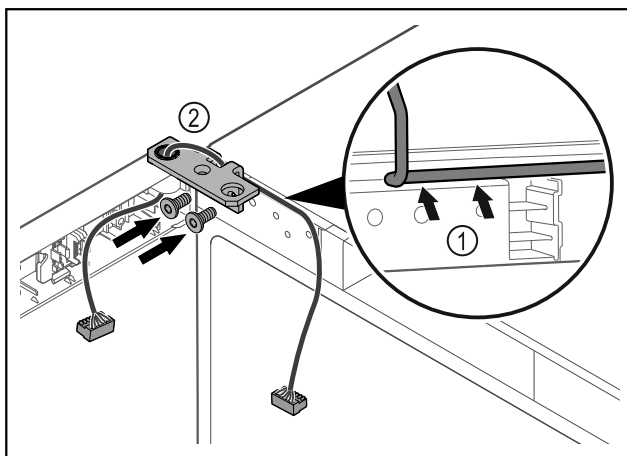

Fig. 63
- ▶ Vedte kabel skrz vybrání úhelníku závěsu a opatrně jej položte Fig. 63 (1).
- ▶ Našroubujte úhelník závěsu Fig. 63 (2).